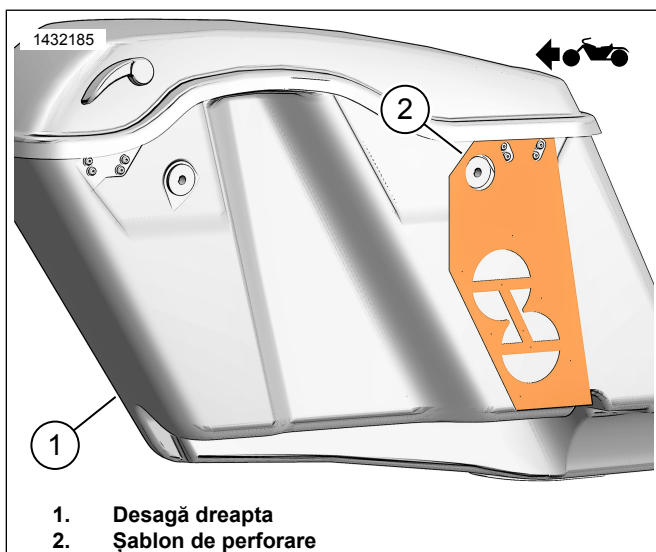

Figura 9. Șablon desagă dreapta
1. Figura 9 Poziționați șablonul (2) pe desaga din dreapta (1).